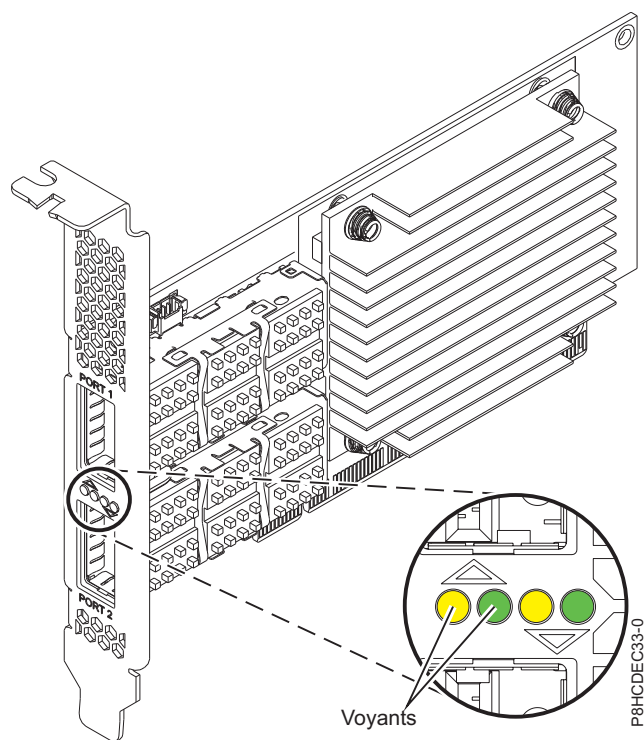

Figure 113. Carte FC EL50
**Remarque :** Les voyants représentés à la figure 113 indiquent les états suivants :